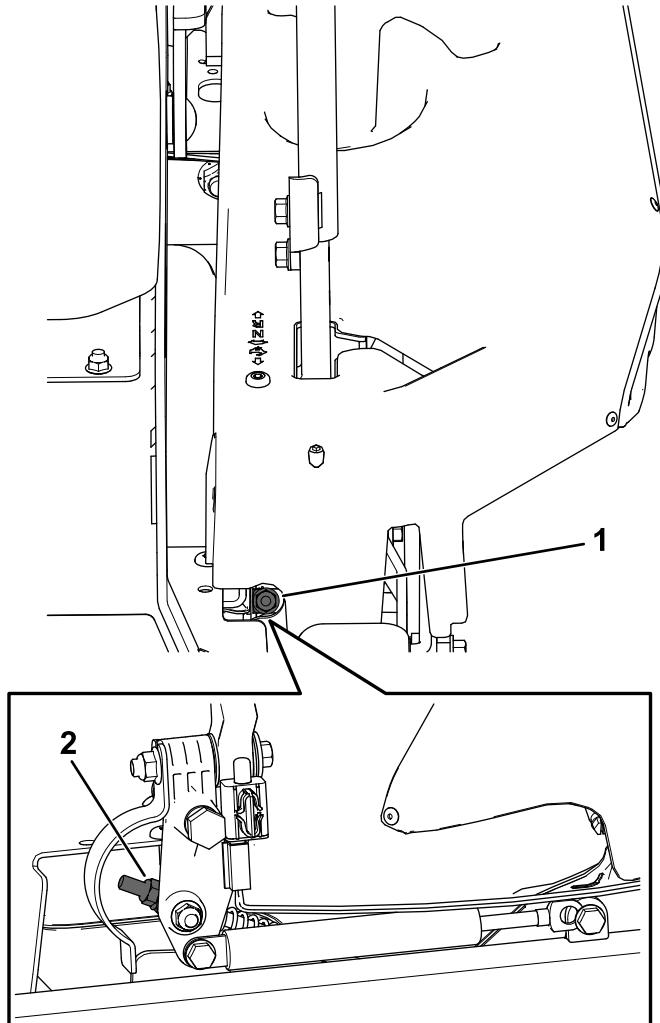

Figure 91
10. Réglez la longueur des tiges de pompes en tournant l'écrou dans le sens voulu jusqu'à ce que les roues tournent légèrement en marche arrière (Figure 91).